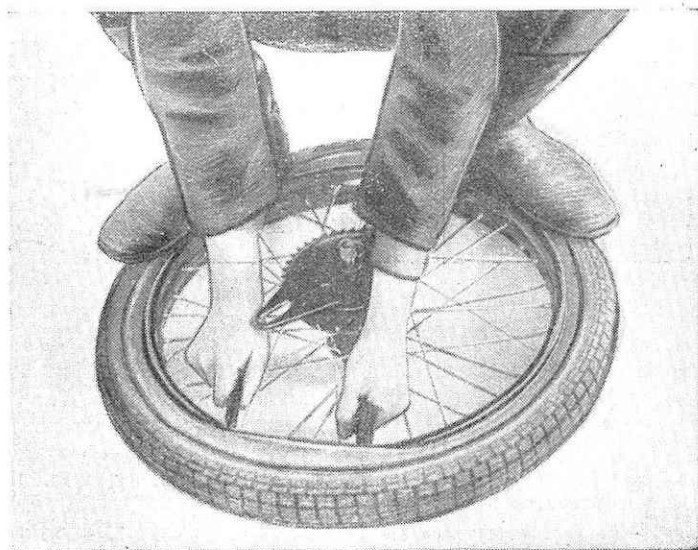

Рис. 31.
4. Двумя монтажными лопатками для шин поднять покрышку с противоположной стороны через край обода (рис. 31).